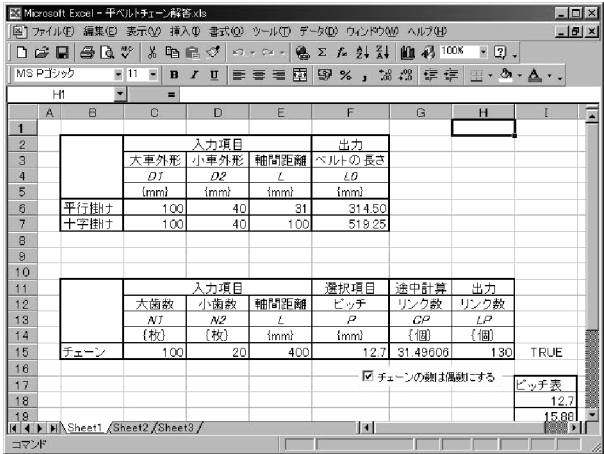
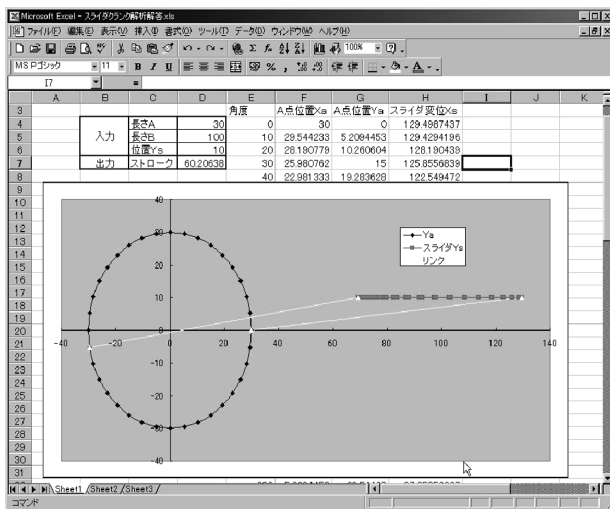

図2 ベルト長さチェーンリンク
図3 スライダクランク
①メートルをヤードに直すなどの単位変換。②体積・質量計算，例えば直方体の体積を求め，各種材質から質量を求める。③ベルトの長さ・チェーンリンク数の計算（図2）。④散布図を利用したスライダクランク機構解析（図3）。⑤掛かる力とねじの種類から必要本数を計算する問題。⑥前問の答えと在庫管理ファイルから在庫のチェックとコストを算出。この問題は簡単なVBA作成を行う。⑦マクロの応用問題として在庫状態から発注書を自動作成するシート。⑧品質管理での利用例として度数表とヒストグラムの作成。以上の課題を通して，Excelの活用法を習得する。